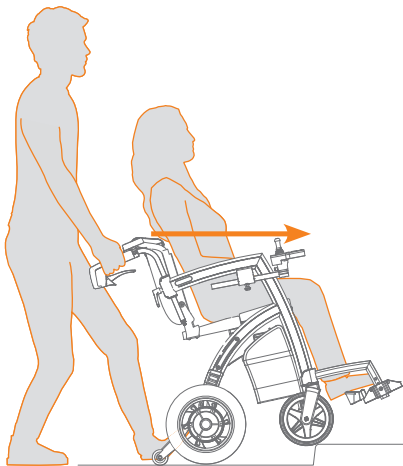

Abbildung 58: Über einen Bordstein auf einen Bürgersteig gehen.
- b. Ziehen Sie den Rollstuhl langsam rückwärts, so dass die Räder der Kipphilfe an der den Bordstein hochfahren (Abbildung 58). Fahren Sie rückwärts, bis alle Räder den Bordstein erklommen haben.
Um eine Bordsteinkante herunterzufahren (**Abbildung 58**):